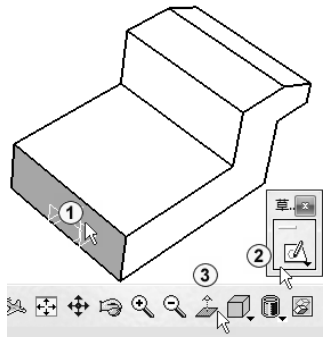

图 3-8 选择面
1) 打开第 2 章中保存的“Part1”文件，选择面，单击“草图”按钮，进入草图绘制模式。单击屏幕下方的“法线视图”按钮（以与同平面垂直的视图显示零件），如图 3-8 中①～③所示。